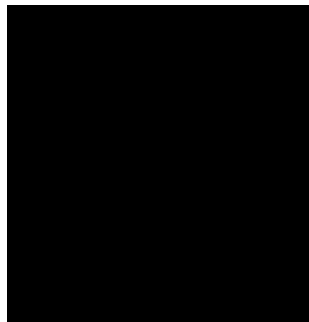

Figura 7A
- A. Inserte el pasador del brazo de montaje a través del agujero en la prensa de tornillo (Figura 7A).